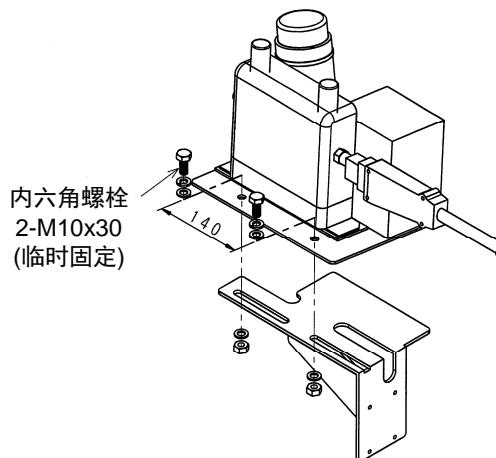

图 1.2 送丝机的安装(步骤 2)
2. 请参阅图1.2将送丝机安装在固定支架上。安装时，使用送丝机附属的六角头螺栓、垫圈和螺母临时固定。(为了进行一体化动力线的张力调节，请先临时固定。)